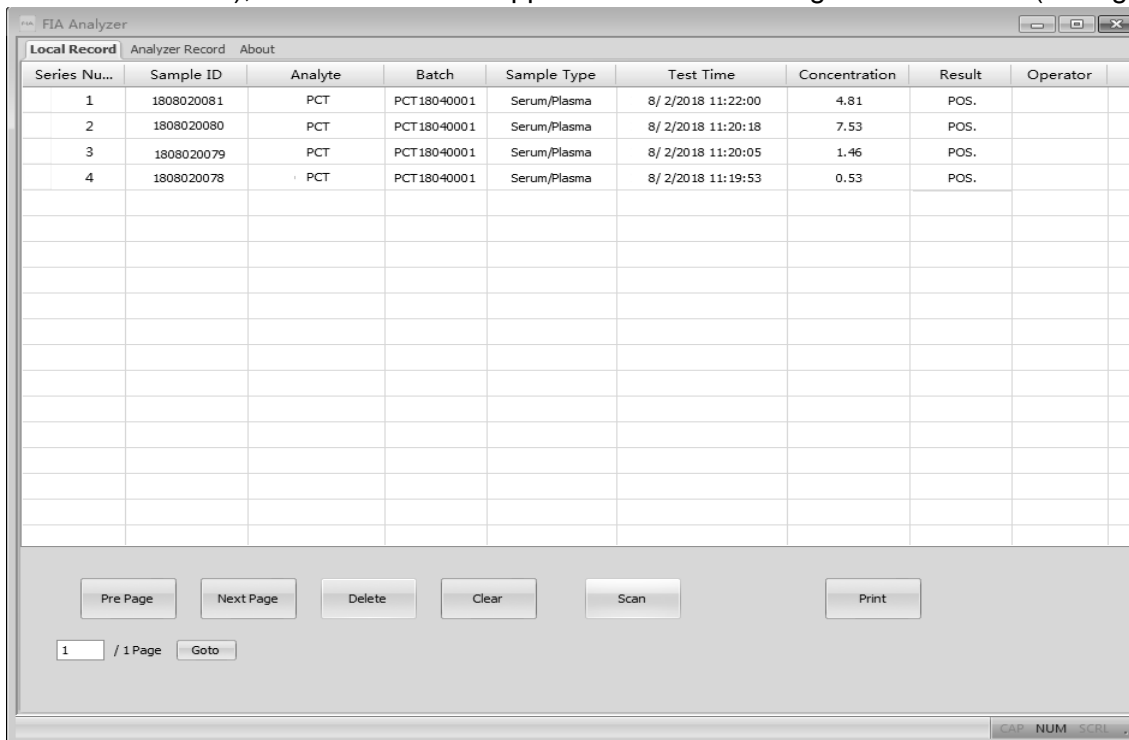

Fig 43
- **“Scan”**: il comando di scansione eseguirà le stesse funzioni della pressione del tasto Test o del nuovo test sull'analizzatore. Posizionare la cassetta del test, dopo l'aggiunta del campione (e l'aggiunta del buffer, se il metodo lo richiede) nello slot della scheda del test e fare doppio clic sul comando **“Scan”**. (stessa funzione della modalità **Test rapido** nell'analizzatore), il risultato del test apparirà nella scheda registrazioni locali. (Rif Fig 43)